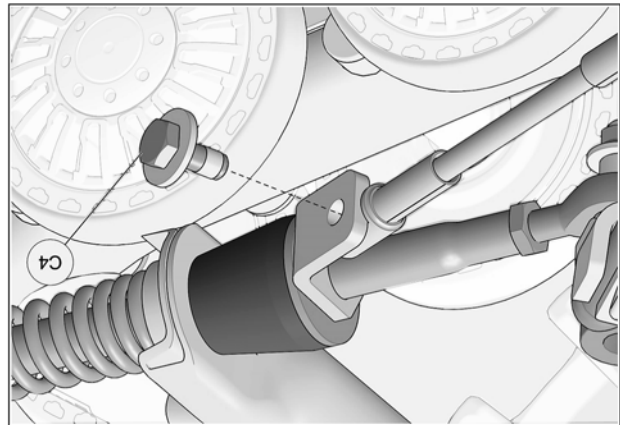

Fig. 21
16. Tourner légèrement le volant dans le sens contraire jusqu'à ce que le câble puisse être fixé à la plaque de support en utilisant le boulon (C4) fourni. Serrer à un couple de 35 N•m [24 lb•pi]. Voir la Fig. 21. Effectuer le même exercice du côté droit.